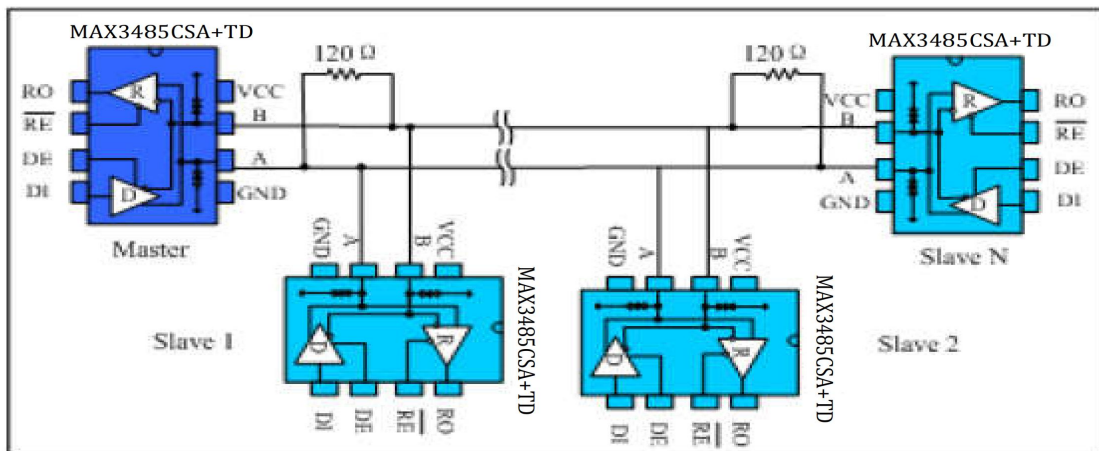

图 9 总线式 RS485 半双工通讯网络
4.1 总线式组网：MAX3485CSA+TD RS485 收发器设计用于多点总线传输线上的双向数据通信。图 9 显示了典型网络应用电路。这些器件也能用作电缆长于 4000 英尺的线性转发器，为减小反射，应当在传输线两端以其特性阻抗进行终端匹配，主干线以外的分支连线长度应尽可能短。